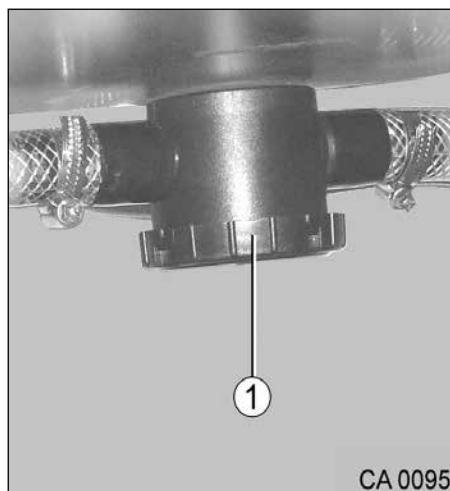

Fig. 130 Siphon
Pour éviter des mauvaises odeurs émanant de l'installation des eaux usées, le camping-car est équipé de siphons (Fig. 130, pos. 1).
2. Dévisser le couvercle (Fig. 130, pos. 1).
4. Revisser le couvercle (Fig. 130, pos. 1) sur le siphon.